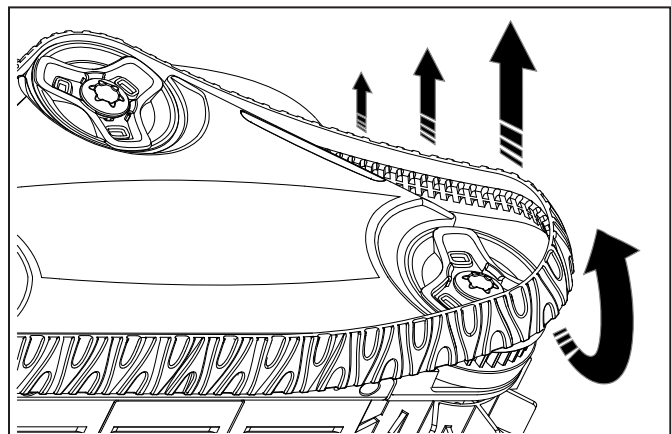

Figura 30. Jale la pista sobre las ruedas para quitarla
2. Comenzando en una de las ruedas, con los dedos, separe el interior de la pista para separar el borde del neumático de la rueda (vea la figura 30). Retire la pista del limpiador.